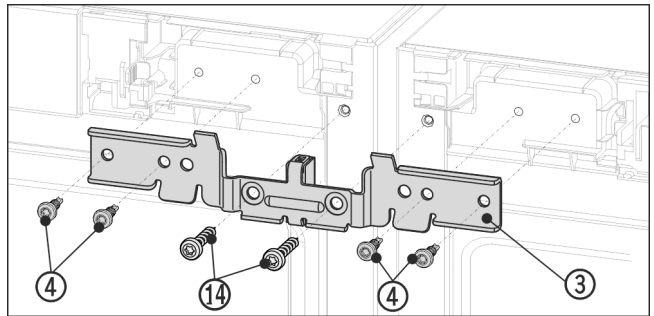

Fig. 13 Atvaizdo pavyzdys
- ▶ Įstumkite kampuočių Fig. 13 (3) su skečiamąja detale tarp prietaisų ir kakliukų. Prisukite kampuočių keturiais varžtais Fig. 13 (4) ir prieš tai išsuktus įžeminimo varžtais Fig. 13 (14) laisvai dešinėje ir kairėje pusėse.